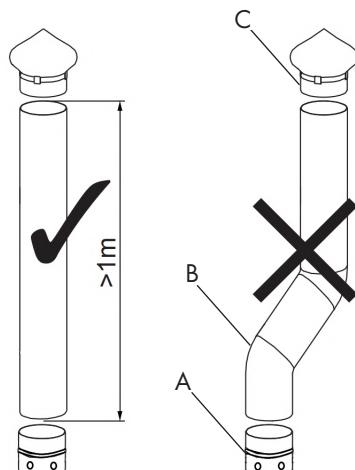

Fig. 9
Voor gebruik buitenhuis of in gedeeltelijk afgesloten, goed geventileerde ruimten zonder rookgasafvoer, moet u een eenvoudige rookgasadapter op de rookgasaansluiting (A) monteren, zie ook Fig. 9